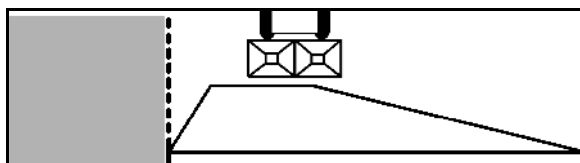

Fig. 76
2. Dispersión en zanja según la normativa de abonado (Fig. 76):